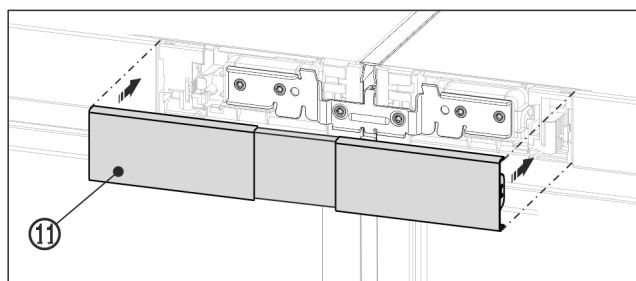

Fig. 23 Przykładowa prezentacja
- ▶ Zaczepić górną pokrywę Fig. 23 (11) na jeszcze otwartej wnęce między obiema blendami paneli obstugi. Zwrócić uwagę na to, aby ścianki zewnętrzne pokrywy przylegały na jednym poziomie do blend panelu obstugi.